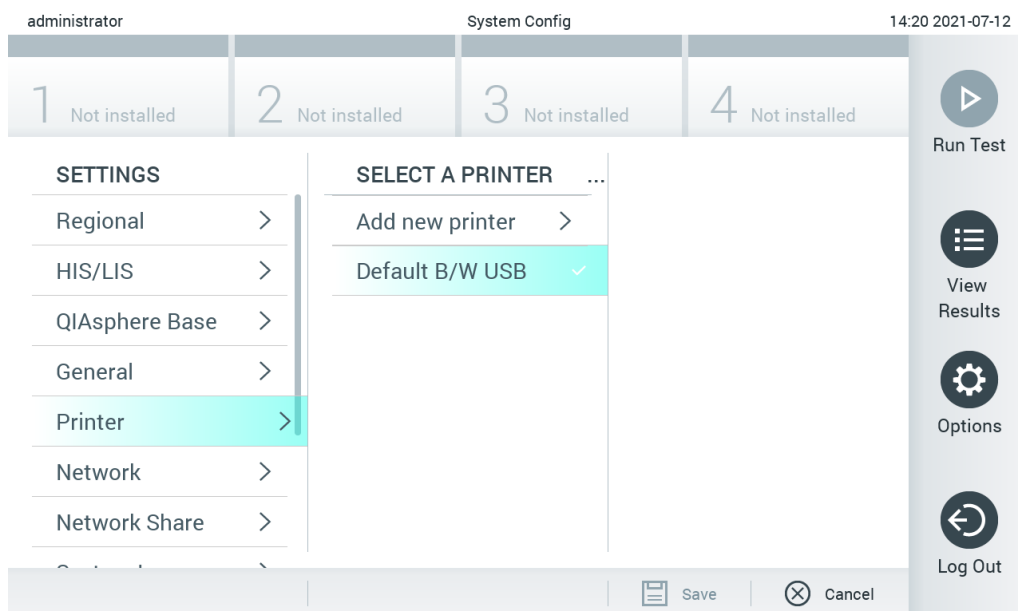

Figura 103. Instalarea imprimantei cu driver implicit.
2. Selectați imprimanta implicită, denumită Default B/W USB (USB alb-negru implicit) (**Figura 103**)